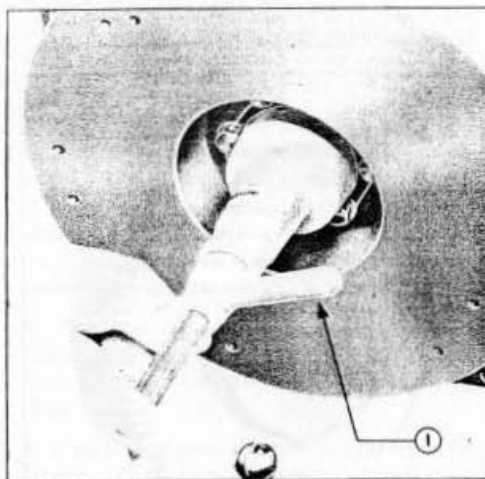

Fig. 20 = Depose du Roulement Pilote d'embrayage
3. Retirer le roulement pilote du volant moteur à l'aide de l'Outil extracteur spécial (Outil principal N° 7600 et adaptateur CPT.7600-3) - Voir Fig. 20.